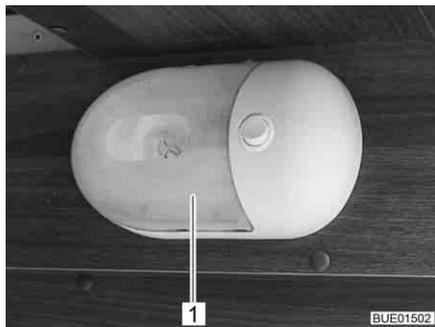

Fig. 274 Lampada a parete
- Comprimere leggermente sui due lati la copertura trasparente (Fig. 274,1), staccarla appena dall'interruttore e tirarla in avanti.